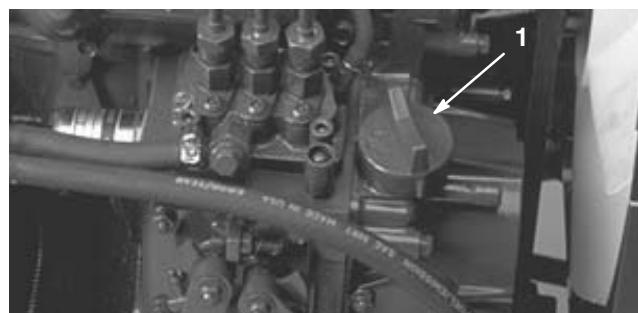

Figure 16
3. Si le niveau est bas, retirez le bouchon de remplissage (Fig. 16) et versez progressivement de petites quantités d'huile, en vérifiant fréquemment le niveau, jusqu'à ce que l'huile atteigne le repère du plein (FULL) sur la jauge.